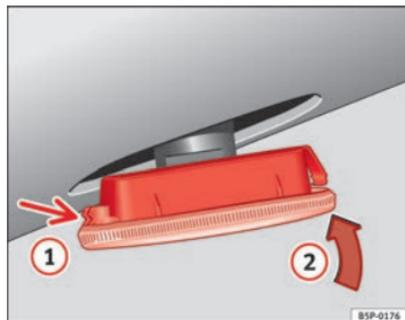

Fig. 163 Intermitentes laterales
- Coloque el intermitente en primer lugar en el orificio de la carrocería, encajando las pestañas ① ⇒ fig. 163, y a continuación encaje la lámpara como indica la flecha ② ⇒ fig. 163. ■